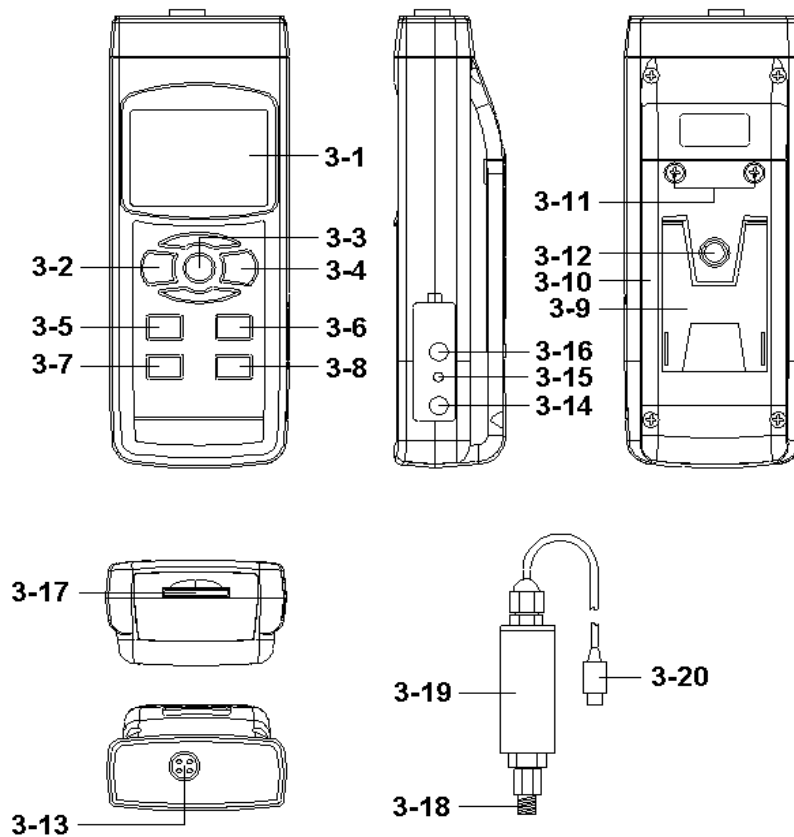

Fig.1
Después de seleccionar el sensor de presión más conveniente, presione el botón del Tipo de sensor (3-6, Fig. 1). En la pantalla aparecerá el tipo de sensor para confirmar.
Por ejemplo, si el sensor que se ha seleccionado es el de 2 bar (Modelo: PS100-2BAR), si presiona el botón del tipo de sensor (3-6, Fig. 1) en la pantalla aparecerá:
- 1) Conecte el "Enchufe del sensor de presión" (3-20, Fig. 1) a la "Toma de entrada de la sonda" del medidor (3-13, Fig. 1)
- 2) Encienda el medidor presionando el "Botón Power" (3-2, Fig. 1) una vez.
- 3) Presione el "Botón del tipo de sensor" (3-6, Fig. 1) para comprobar si el tipo del sensor es el mismo que el sensor de presión externo.
- 4) Presione el " Botón Unit " (3-5, Fig. 1) en secuencia para seleccionar la unidad de medida como: Bar, Psi, Kg/cm², mm Hg, inch Hg, medidor H2O, inch H2O, Atmósfera, hPA, kPA.
Si en la pantalla no aparece el valor cero, pulse el "Botón Zero" (3-7, Fig. 1), > 10 segundos continuamente y el valor de la pantalla cambiará a cero.
- 6) Conecte el "Puerto conector del sensor de presión" (3-18, Fig. 1) para la instalación para medir el valor de la presión.
Durante la medición, presione el "Botón Hold" (3-3, Fig. 1) para mantener el valor de la medición y en la pantalla LCD mostrará el símbolo " HOLD".
1) La función de grabación de datos guarda las lecturas de los valores máximos y mínimos. Presione el botón "REC" (3-4, Fig.1) una vez para iniciar la función. El símbolo " REC " aparecerá en la pantalla.
- a) Presione el botón " REC " (3-4, Fig. 1) el símbolo " REC. MAX. " junto con el valor máximo aparecerá en la pantalla.
Si intenta borrar el valor máximo, presione el " Botón Hold " (3-3, Fig. 1) una vez, y en la pantalla solamente aparecerá el símbolo " REC. " mientras que la función de memoria se ejecutará continuamente.
- b) Presione el "Botón REC " (3-4, Fig. 1) de nuevo, el símbolo " REC. MIN. " junto con el valor mínimo aparecerán en la pantalla.
Si intenta borrar el valor mínimo, presione el " Botón Hold " (3-3, Fig. 1) y en la pantalla solamente aparecerá el símbolo " REC. " mientras que la función de memoria se ejecutará continuamente.
Cuando conecte el medidor, la luz del fondo de la pantalla LCD se encenderá automáticamente. Durante la medición presione el "Botón Backlight" (3-2, Fig. 1) una vez para apagar la luz de fondo.
Prepare una tarjeta de memoria SD (de 1 GB hasta 16 GB), inserte la tarjeta SD en la ranura de la tarjeta (3-17, Fig. 1). La parte delantera de la tarjeta SD deberá estar de cara a la cubierta inferior.
Presione el botón " REC " (3-4, Fig. 1) una vez y en la pantalla LCD aparecerá el texto "REC", luego presione el "Botón Logger" (3-8, Fig. 1), y el símbolo " DATALOGGER " parpadeará mientras que los datos de medición y la información horaria se guardan en el circuito de la memoria.
Durante la ejecución de la función de Datalogger, si se presiona el botón " Logger " (3-8, Fig. 1) una vez, se detendrá la función de Datalogger (dejará de guardar los datos de medición en el circuito de memoria temporalmente). A la misma vez, el texto " DATALOGGER " dejará de parpadear.
Si presiona el botón " Logger " (3-8, Fig. 1) una vez más se ejecutará el Datalogger de nuevo, el texto " DATALOGGER " parpadeará en la pantalla.
Mientras la función Datalogger está detenida, presione el botón " REC " (3-4, Fig. 1) continuamente al menos durante dos segundos. La indicación " REC " desaparecerá y se finalizará la función datalogger.
Presione el botón " REC (3-4, Fig. 1) una vez, en la pantalla aparecerá el texto " REC ", después presione el botón " Logger "(3-8, Fig. 1) una vez y el símbolo REC parpadeará y el biper sonará una vez a la misma vez que los datos de medición con la información horaria se guardan en el circuito de memoria. La pantalla inferior mostrará la Posición (Localización) y también se guardará en la tarjeta SD.
Durante la ejecución del datalogger manual, presione el botón " ▲ " (3-5, Fig. 1) y el número inferior (nº de posición) parpadeará. Se puede usar el botón " ▲ " (3-5, Fig. 1) o "▼" (3-6, Fig. 1) para ajustar la posición de la medición (de 1 hasta 99, por ejemplo de la habitación 1 hasta habitación 99) para identificar la localización de la medición, la pantalla inferior mostrará P x